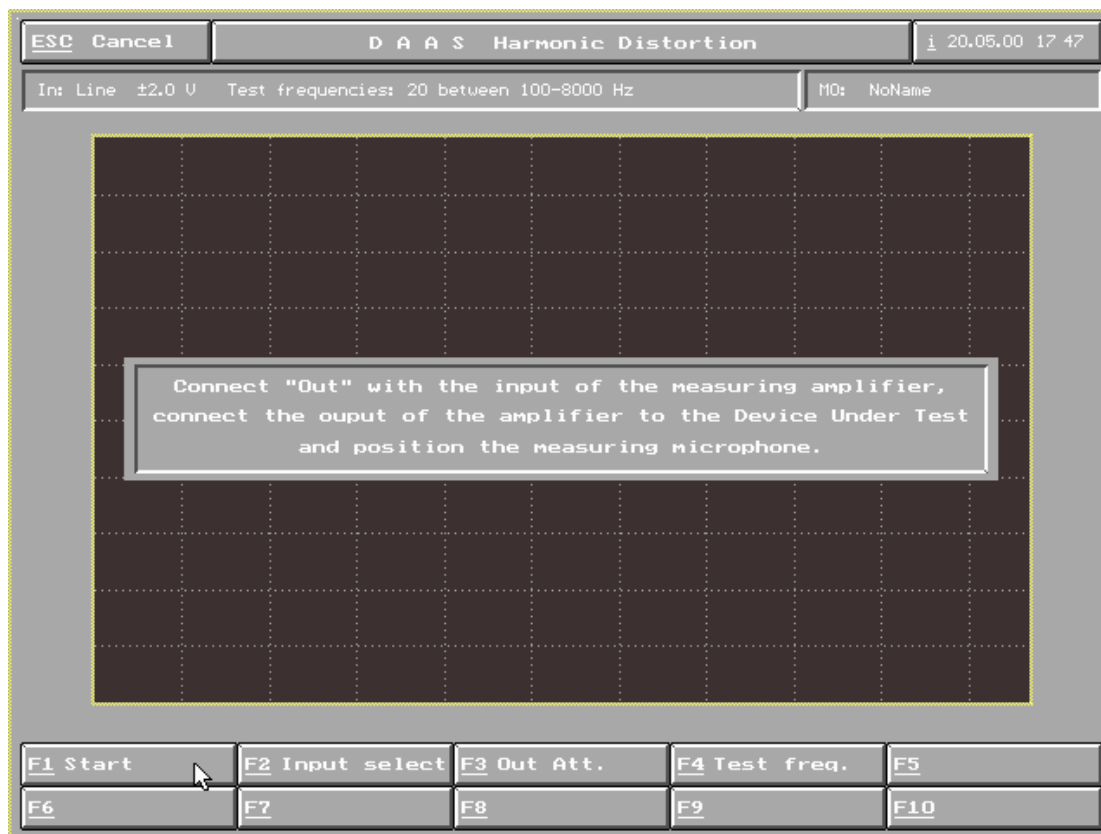

图 36
3) 例如测试 100HZ—800HZ 失真, 选择 F2 进入测试界面 (图 36)